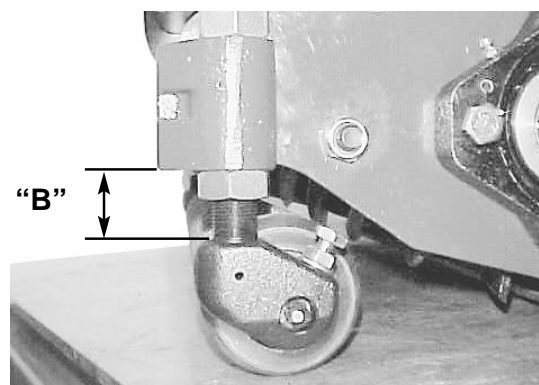

Fig. 11
2. Still inn høyden "B" til fremre brakett; bruk det omtrentlige mål som står i tabell 1. Dette målet er fra nederste flate på mellomste støpestykke og øverste flate på støpearmen (fig. 11).
**MERK:** For fremre valseavstander ("B") større enn 38 mm skifter du om de lange og korte justeringsmutterstillingene for bedre støtte (fig. 11).